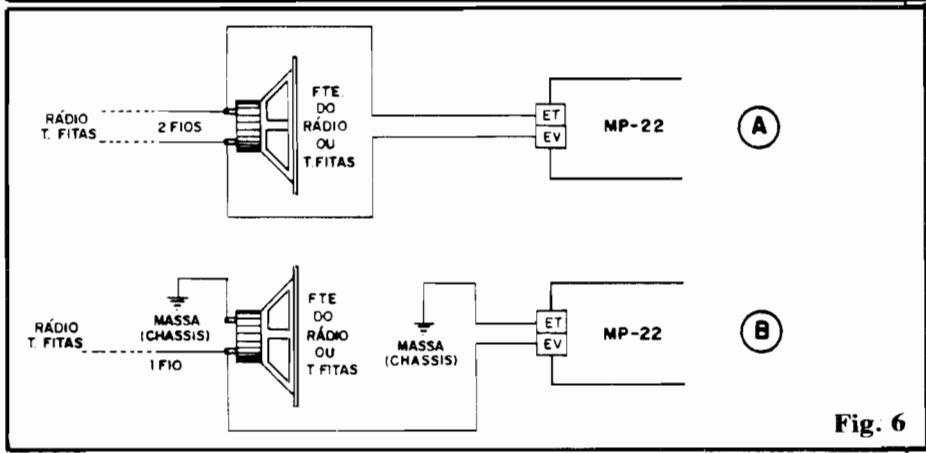

Fig. 6
- **FIG. 6** - As ligações de Entrada, feitas aos pontos ET-EV do circuito. Esses códigos significam, respectivamente, "Entrada-Terra" e "Entrada-Vivo"... Basicamente devem ser ligados, por um par de fios finos (ou cabinho isolado paralelo) aos terminais de um dos alto-falantes normalmente acoplados ao rádio/toca-fitas, conforme diagrama 6-A.. Como normalmen-